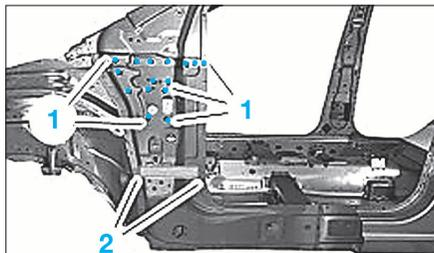

FIG. 28
- Fraiser les points de soudure (2) (1 épaisseur de tôle) et (3) (2 épaisseurs de tôles).
- Fraiser les points de soudure (1) (Fig.28).